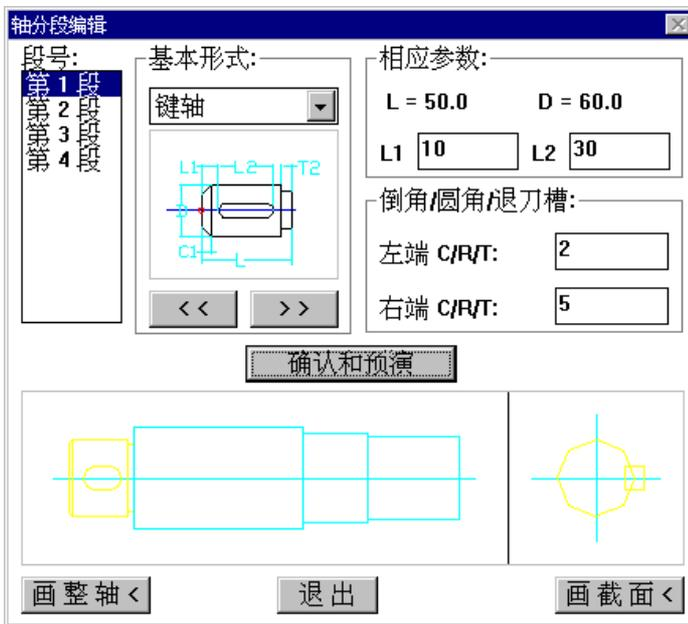

图 11-6
- d. 在“相应参数”下面的相应编辑框以及“倒角/圆角/退刀槽”中的编辑框中输入参数（见图 11-6）。
e. 点取“确认和预演”按钮，最后结果如图 11-6 所示。